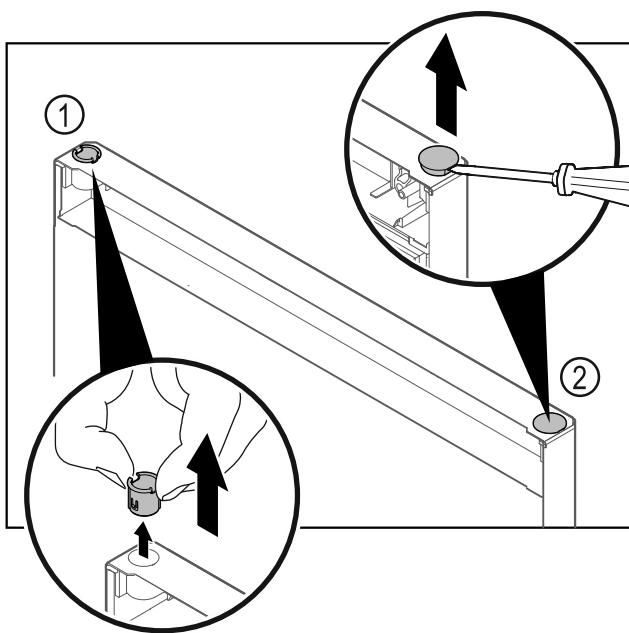

Fig. 22 Дверь холодильного отделения
► Пальцами вытяните шарнирную втулку Fig. 22 (1).
► Шлицевой отверткой осторожно подцепите и извлеките заглушку Fig. 22 (2).